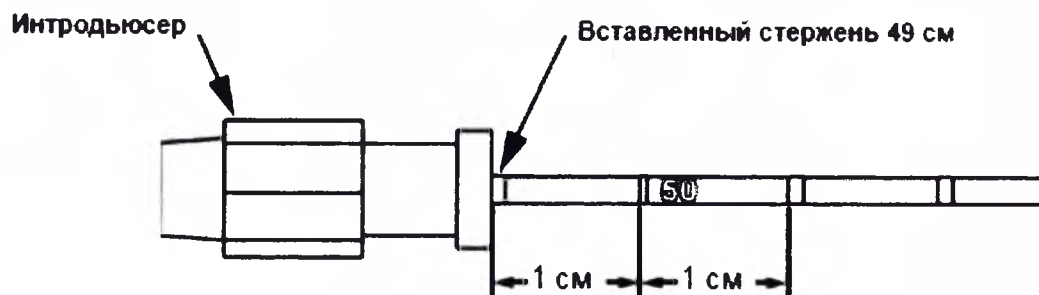

Рис. 4. При использовании маркеров GeoAlign™ обратите внимание на номер видимой маркерной полосы GeoAlign™ относительно гемостатического клапана интродьюсера.
Дополнительно. При использовании маркеров GeoAlign™ обращайте внимание на положение видимой маркерной полосы относительно интродьюсера (см. рис. 4).
- Дополнительно.** При использовании маркеров GeoAlign™ обращайте внимание на положение видимой маркерной полосы относительно интродьюсера (см. рис. 4).